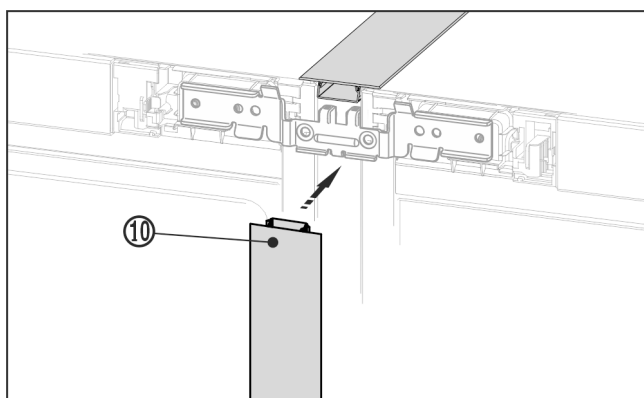

Fig. 23
- Na přední straně zatlačte dlouhou krycí lištu Fig. 23 (10) do svislé spáry. Dbejte na to, aby lišta stála na spojovacím plechu.